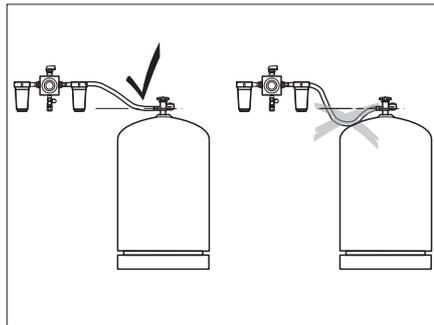

Bild 179 Verlegen der Gasschläuche
- ▶ Beim Verlegen der Gasschläuche darauf achten, dass die Schläuche stetig steigen (Bild 179)!